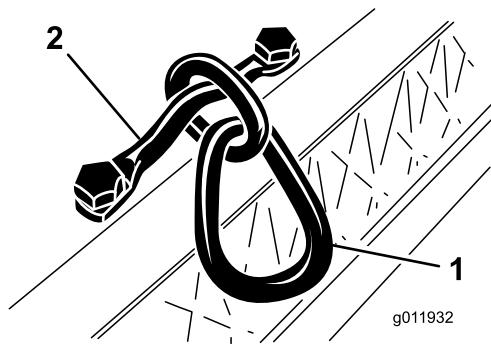

Figure 5
Montez le maillon de chaîne sur le haut du plateau de coupe avec le support de montage et (2) vis à tête. Serrez les vis à un couple de 34 à 40 Nm. Le grand côté du maillon doit être accroché à la suspension du plateau de coupe (Figure 5).